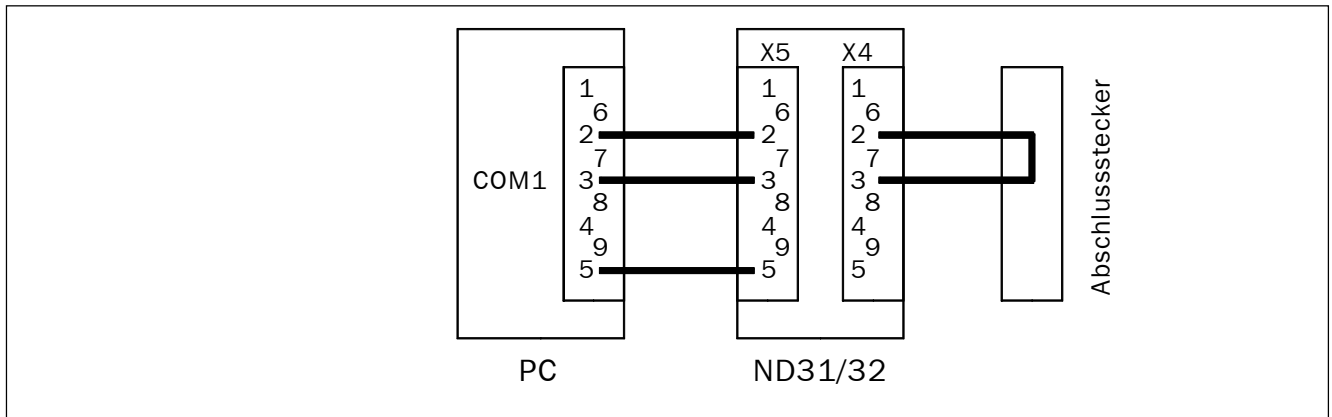

Abbildung 4.2-2
- Verbinden Sie den NOVODRIVE mit dem PC. Dazu wird ein normales seriell Kabel (kein Nullmodemkabel) an der seriellen Schnittstelle des PC und an Anschluss X5 am NOVODRIVE eingesteckt. Auf den Anschluss X4 des NOVODRIVE muss ein Abschlussstecker gesetzt werden. Der Abschlussstecker enthält eine Brücke zwischen Pin 2 und Pin 3, um die Hin- und Rückleitung zu verbinden. Ohne Abschlussstecker können Sie keine Verbindung aufbauen (siehe Abbildung 4.2-2)!